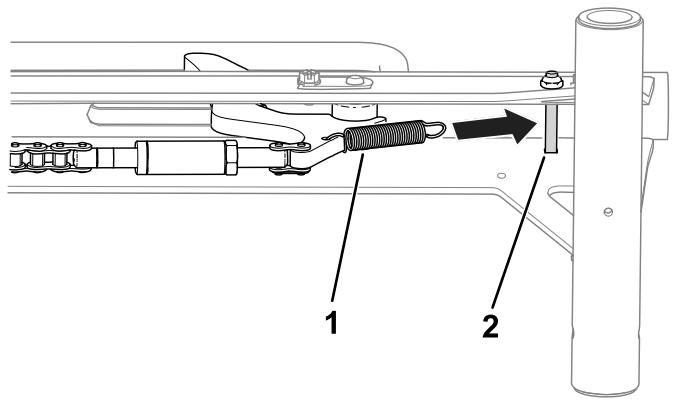

**Figura 4**
6. Utilice un eslabón de la cadena para instalar el tensor del eslabón de la cadena al tope de la rueda (Figura 4).